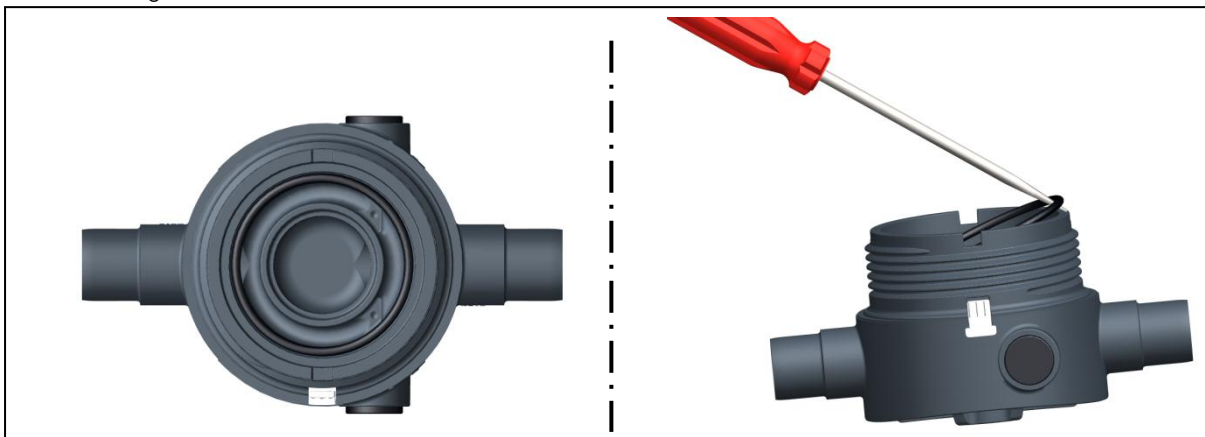

Abb. 10
- 2 O-Ringe aus Unterteil entnehmen, siehe Abb. 10